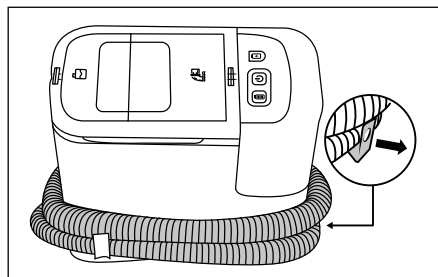

Fig. 10
- ♦ Tërhiqeni mbajtësen e tubit **15** nga pajisja. Vendoseni tubin e spërkatjes/thithjes **19** rreth pajisjes duke përdorur mbajtëset e tubit **15/16** (shih Fig. 10).